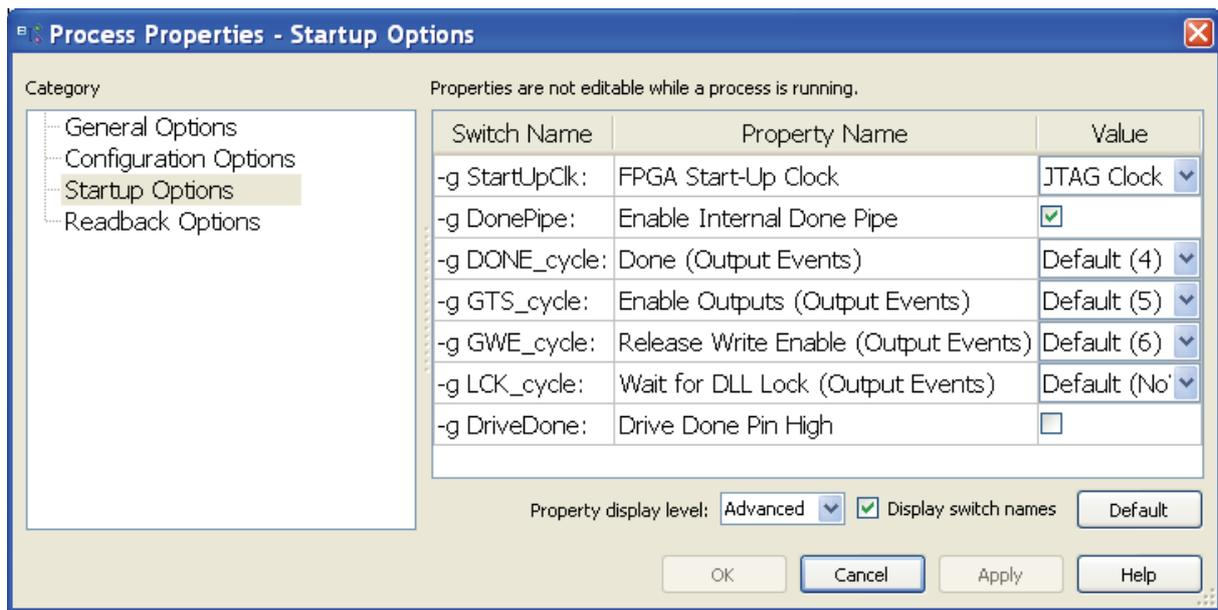

Figura 15 - Configuración del reloj para programar el FPGA
1. Seleccione el proceso *'Generate Programming File'*. Haga click en el botón derecho del mouse y seleccione *Propiedades*. En Category seleccione Startup Options, y cambie el valor por defecto (CCLK), por JTAG Clock, tal como muestra Figura 15. Haga click en Apply para aceptar los cambios.